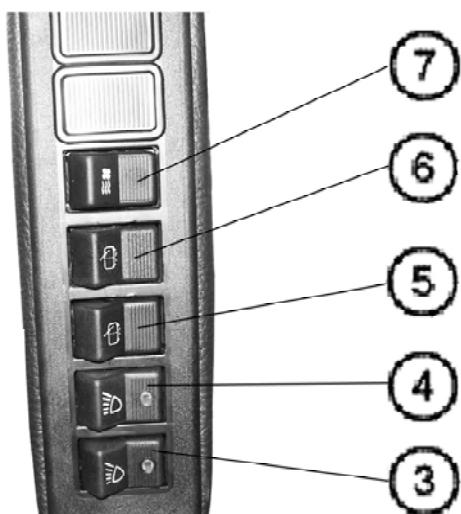
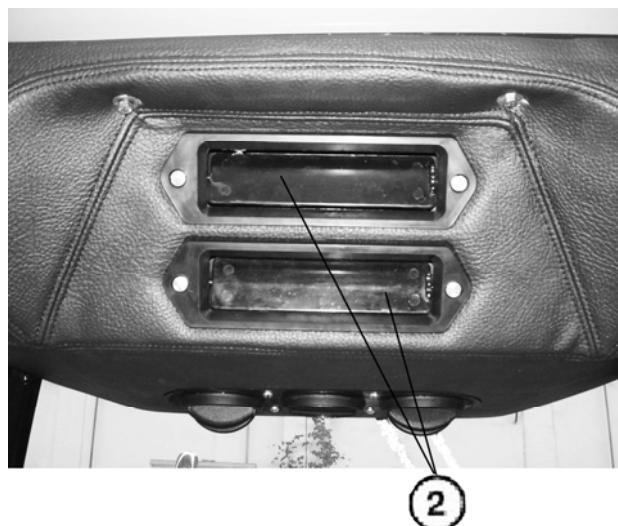

Рис.4.17.2
Рис. 4.20.2
- После открытия крана (1) включите вентилятор отопителя с помощью переключателя (поз.3, см. рис. 4.17.2 на с. Г10) и направьте поток воздуха в желаемом направлении с помощью регулируемых каналов. путем открытия или закрытия рециркуляционных заслонок (2) можно управлять количеством свежего воздуха, поступающего в кабину (рис. 4.20.2).
ПРИМЕЧАНИЕ: Для быстрого прогрева воздуха в кабине полностью откройте рециркуляционные заслонки и включите высокую скорость вентилятора отопителя переключателем (поз.3, см .рис. 4.17.2 на с.Г10).